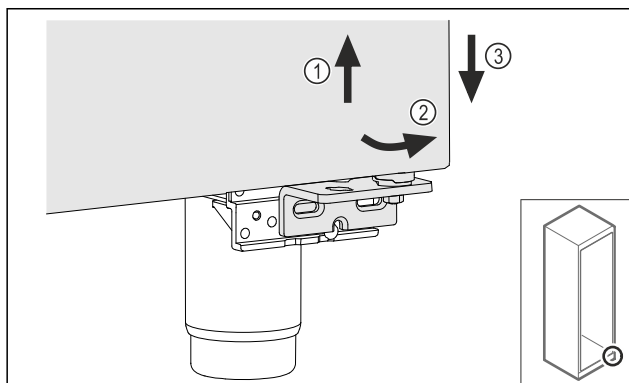

Fig. 24
- ▶ Soulever légèrement la porte Fig. 24 (1), la faire basculer vers l'avant Fig. 24 (2) et l'abaisser Fig. 24 (3).